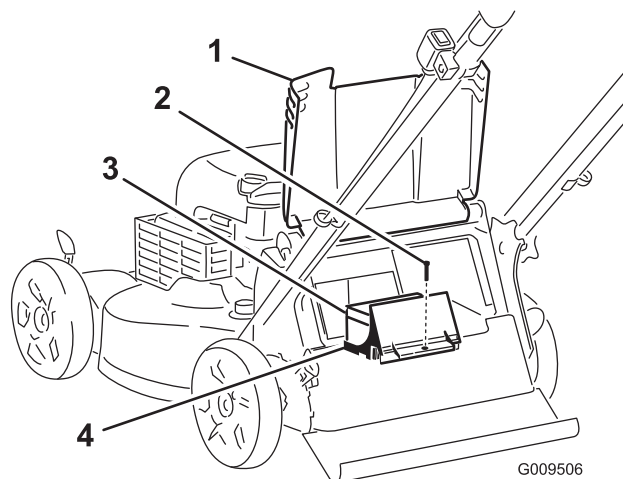
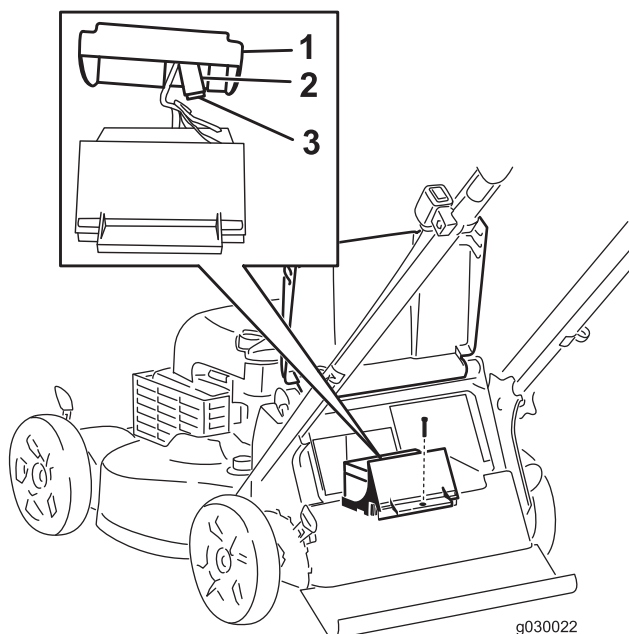

Figure 35
Figure 36
2. Soulevez le déflecteur arrière et localisez le logement de la batterie (Figure 35).
4. Enlevez la vis qui fixe le logement de la batterie, sortez la batterie et localisez le fusible (Figure 35 et Figure 36).
5. Remplacez le fusible dans le porte-fusible (Figure 36).